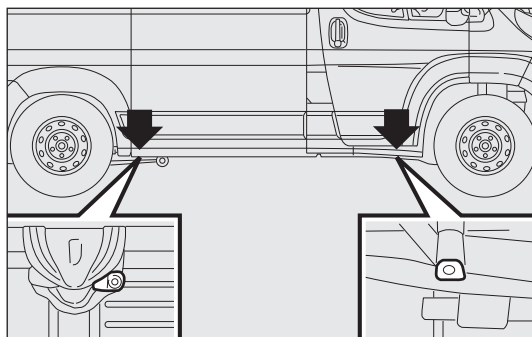

fig. 165
- ❑ sistemare il cric in corrispondenza del supporto di sollevamento più vicino alla ruota da sostituire nei punti illustrati in fig. 165. Per versioni passo corto con pedana retrattile, il cric deve essere posizionato nel punto di sollevamento illustrato in fig. 166 orientato (45°) in modo tale da non interferire con la pedana retrattile;